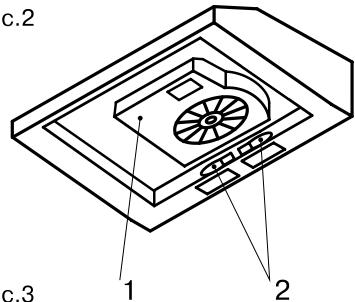

Рис.3
3. Заслонка для изменения режимов работы вытяжки (см. рис. 3). Заслонка снята - вытяжка работает в режиме отвода воздуха в вентиляционную шахту; заслонка вставлена - вытяжка работает в режиме рециркуляции. Описание режимов смотри ниже. В поставляемые части входят:
Если вытяжка крепится на стену, то, как правило, она используется для работы в режиме рециркуляции. В этом случае на нее следует установить угольный фильтр, вставить заслонку, показанную на рис. 3, в предназначенное для нее отверстие на коробе мотора и закрыть выходное отверстие вверху вытяжки заглушкой, представленной на рис. 3.2.
Если вытяжка будет работать в режиме рециркуляции, то разметку для отверстия под гибкий воздуховод делать не следует. Установите на вытяжку угольный фильтр, вставьте заслонку, показанную на рис. 3, в предназначенное для нее отверстие на коробе мотора и закройте выходное отверстие сверху вытяжки заглушкой, представленной на рис. 3.2. Наметьте точки под крепежные винты, просверлите отверстия и закрепите вытяжку на шкафчике.